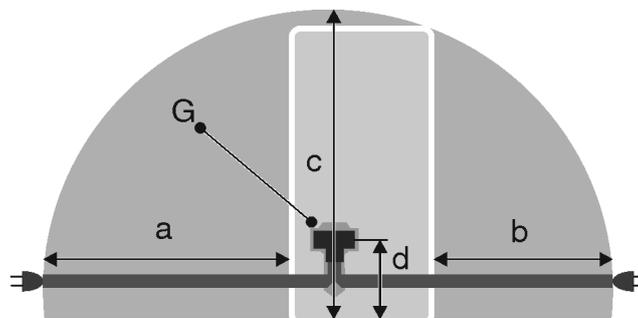

Fig. 21
- La prise de courant est en dehors de la zone postérieure de l'appareil dans la zone concernée. Fig. 21 (a, b, c)
- ▶ Introduire la fiche de l'appareil Fig. 21 (G) au dos de l'appareil. Veiller à bien les enclencher.